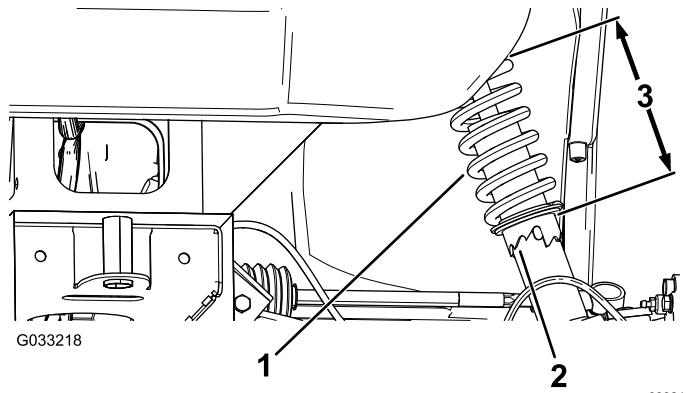

Figura 44
2. Se la campanatura della ruota non è regolata correttamente, usate la chiave fissa per ruotare il collare dell'ammortizzatore per allineare la ruota (Figura 44).